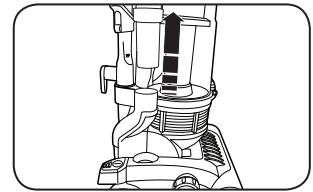

Fig. 2
2. Retire el extremo de succión de la manguera de la salida lateral de la manguera (Fig. 2).